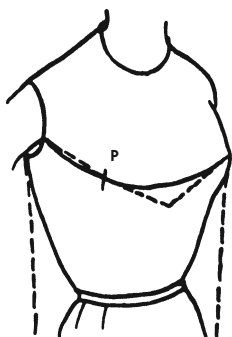

Рис. 147
Рис. 147 представляет 2 варианта рельефа: пунктирная линия показывает рельеф, состоящий из вытачки от проймы и вытачки от середины переда (см. рис. 115 и 118), а сплошная линия показывает закругленный рельеф, проходящий от проймы через точки Р.
1. Скопируйте перед лифа базового лекала и воспроизведите на нем закругленный рельеф, изображенный на рис. 147.